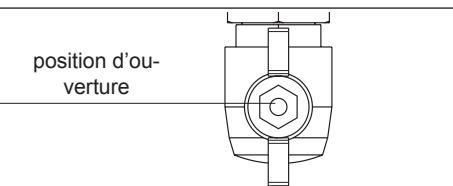

Fig. 15
- ouvrir le robinet de gaz, en faisant pivoter en sens antihoraire la poignée, pour laisser arriver le combustible (fig. 15)